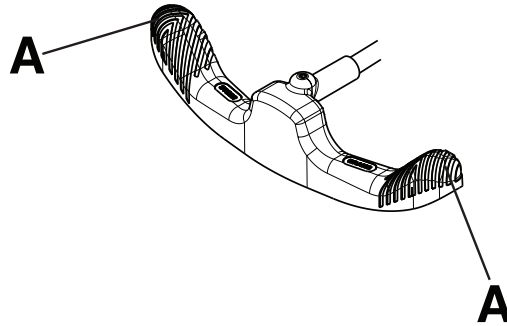

Figura 4 – Uso del pedal de freno/dirección
Nota - No presione el centro del pedal de freno/dirección. Presione siempre el extremo exterior (A) del pedal de freno/dirección (Figura 4).